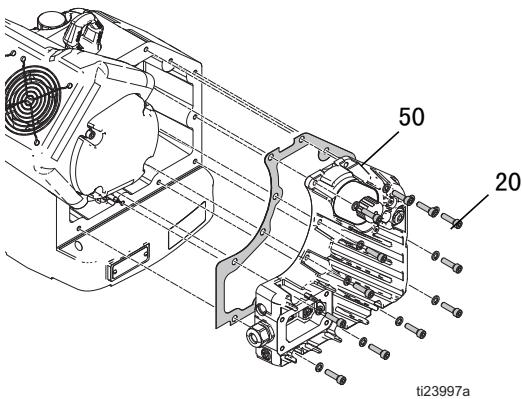

图 20：电气盖拆卸
4. 安装电气盖 (50) 并拧紧 12 颗螺丝 (20)。用 20-27 牛·米 (15-20 英尺 - 磅) 的扭力拧紧。参见图 20 (第 16 页)。